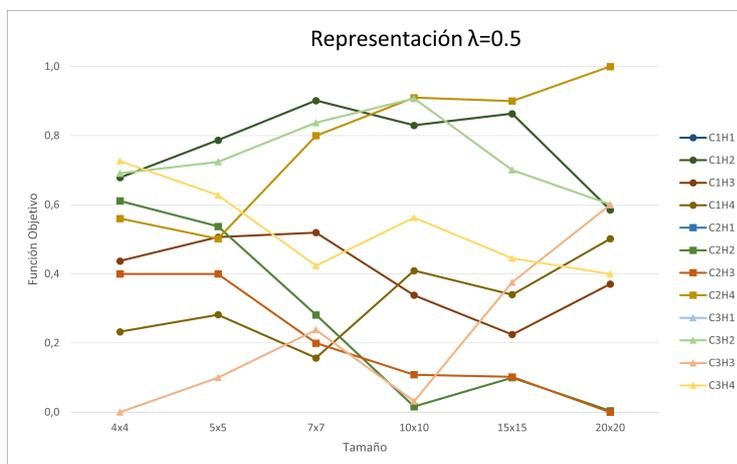

Figura 4.44 Representación RDI General $\lambda = 0,5$ (Elaboración propia).
- $\lambda = 0,5$ → Es el caso en el que se pondera con un 50% el valor del Core Idle Time y con un 50% el valor del Makespan. Tras visualizar la Figura 4.44, para tamaños inferiores a 7x7, la Heurística que proporciona mejores resultados es C3H3 aunque para instancias superiores, es el C2H2.